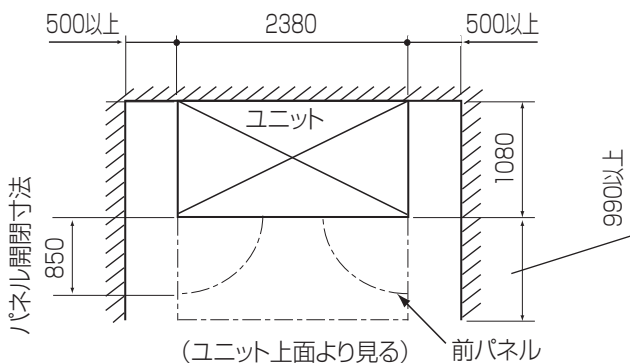

図1
(1) 据付け・サービススペースの確保（単位 mm）
- 室内ユニットの設置は、強固な床面を選定してください。また、保守サービスが容易にできるように図1に示したサービススペースを必ず確保してください。